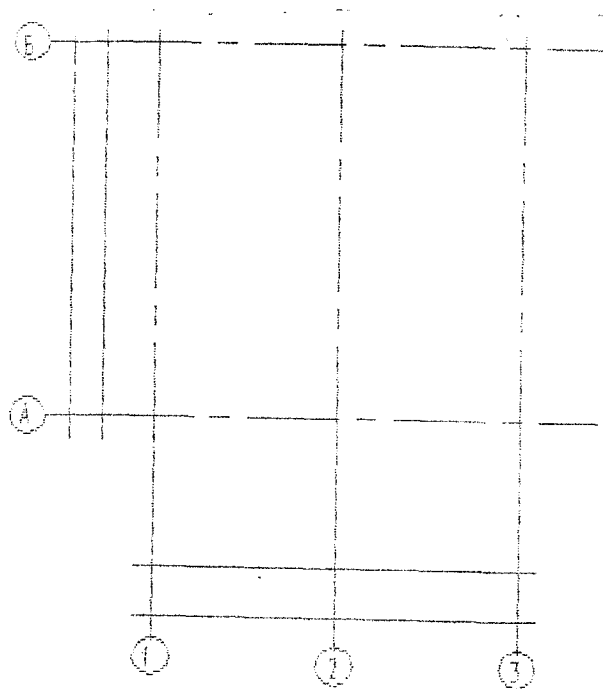

Рис.1
- 1. Провести координатные оси, обозначить их и проставить межосевые размеры (рис.1).
- Вариант 1. Толщина капитальных стен из шлакобетона 400 мм. Привязка по осям А, Б и 2 центральная, по осям 1 и 3 односторонняя. Оконные и дверные проемы без четвертей (рис. 1).